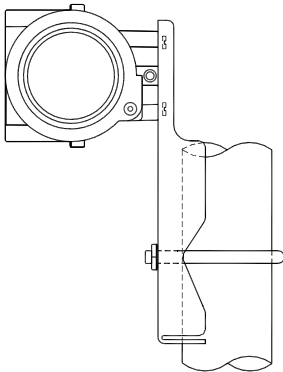

图2.1 平支架管装
**平支架管装**的典型安装方式如图 2.1 所示。用所提供的 4 个螺栓将变送器固定于管装平支架上，再通过 U 型螺栓将管装平支架固定于  $\Phi 50\text{mm}$  左右的垂直管上。